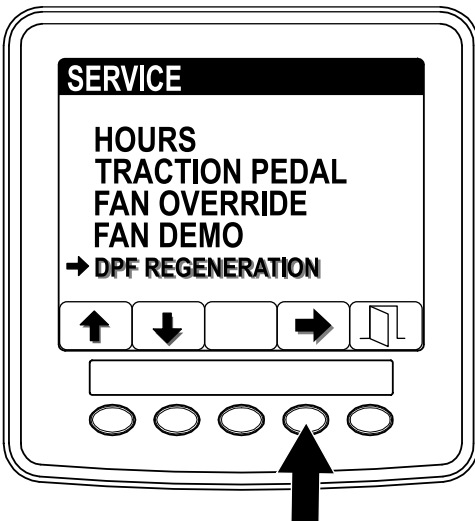

Figure 35
- Dans le menu Entretien, appuyez sur le bouton 1 ou 2 pour naviguer jusqu'à l'option DPF REGENERATION (régénération du FAP) (Figure 35).
- Appuyez sur le bouton 4 pour sélectionner l'option DPF Regeneration (régénération du FAP) (Figure 35).